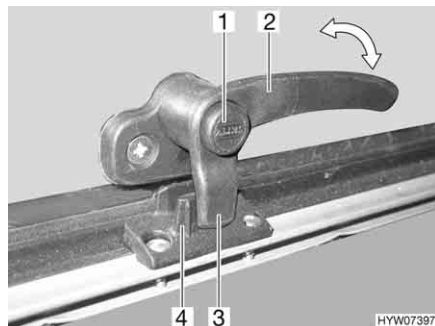
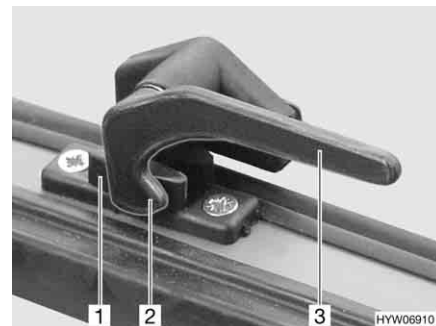

Bild 78 Verriegelungshebel mit Sicherungsknopf in Stellung "geschlossen"
Bild 79 Verriegelungshebel in Stellung "geschlossen"
- Wenn vorhanden, Sicherungsknopf (Bild 78,1) drücken und gedrückt halten.
- Den Verriegelungshebel (Bild 78,2 oder Bild 79,3) eine viertel Umdrehung zur Fenstermitte hin drehen.
- Den Verriegelungshebel (Bild 78,2 oder Bild 79,3) eine viertel Umdrehung zum Fensterrahmen hin drehen. Die Verriegelungsnase (Bild 78,3 oder Bild 79,2) am Verriegelungshebel liegt komplett auf der Innenseite der Fensterverriegelung (Bild 78,4 oder Bild 79,1).
- in Stellung "fest verschlossen" (Bild 78 und Bild 79)